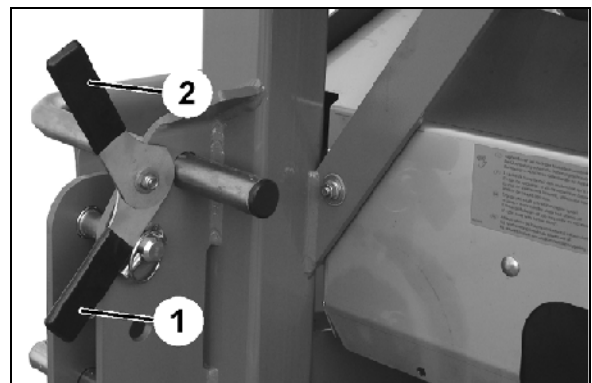

Fig. 23
1. Excenterhebel beidseitig lösen (Fig. 23/1).